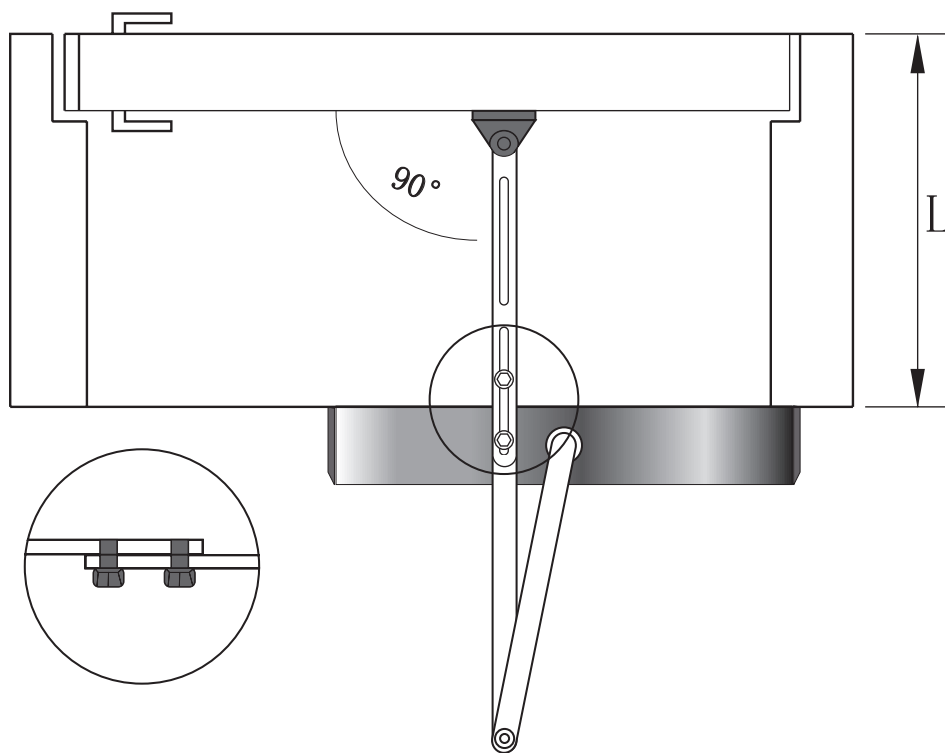

Рис. 10
Отрегулируйте длину тяги двумя винтами в соответствии с глубиной коробки двери (L), (рис. 10).